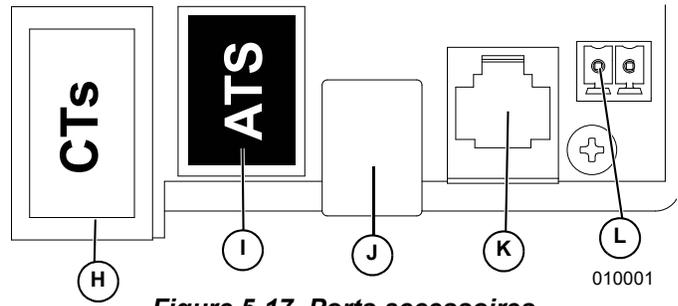

Figure 5-17. Ports accessoires
2. Voir **Figure 5-17**. Raccorder le câble Cat 5 à un port accessoire pour TC (H).